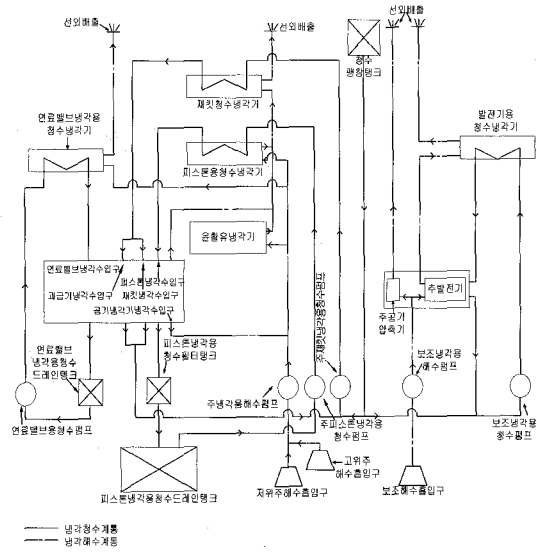

Fig. 1 Schematic Diagram of Cooling System
최근에는 Central Cooling 방식(3장의 Container 선에서 설명함)을 많이 사용하고 있으나, 종래의 냉각방식에는 청수 냉각과 해수 냉각의 두 가지 방식이 있으며 주기(Main Engine), 발전기(Generator), 공기 압축기(Compressor) 등은 주로 청수로 냉각하며, 각종 냉각기, 축계 베어링 등은 주로 해수로 냉각한다.(3) 주기(Main Engine)의 실린더 재킷(Cylinder Jacket), 실린더 커버(Cylinder Cover)는 소형의 경우에는 해수 냉각을 하는 경우도 있으나 중·대형 기관의 경우 연료로서 저질 중유를 사용하는 관계상 청수 냉각을 행한다. 피스톤(Piston)은 청수나 윤활유로 냉각하고 연료밸브는 청수 또는 연료유로, 과급기(Turbocharger)는 청수로 냉각하나 냉각하지 않는 경우도 있다. Fig. 1은 냉각수 관계 주요 계통도를 보여 주며 이에 사용되는 일반적인 Pump는 다음과 같다.